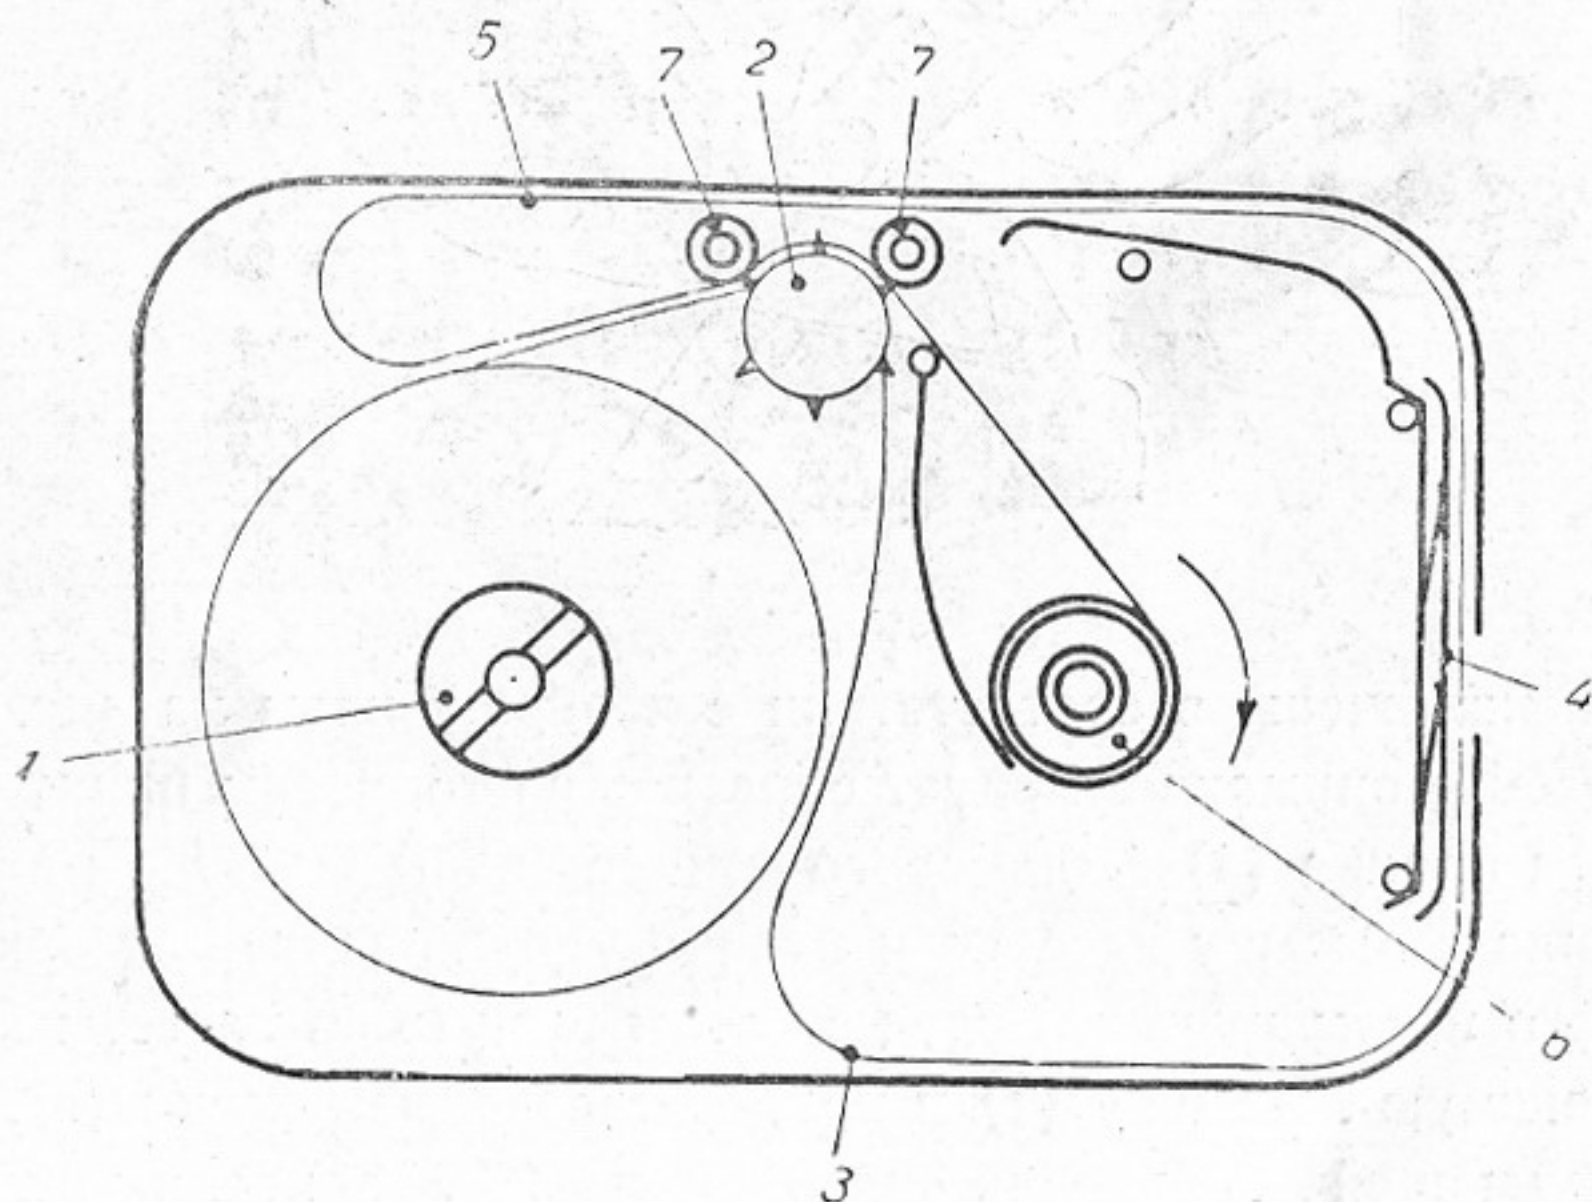

Рис. 3.
На рис. 3 представлена схема хода кинопленки в кассете. Неэкспонированная кинопленка перематывается
расположены в соответствии с изображением на рис. 3.
Намотанный рулончик одевают на ось, подводят пленку под зубчатый барабан, так чтобы зубцы барабана вошли в перфорацию пленки, и затем вставляют пленку между пластинками фильмового канала, образовав петлю (3), как показано на рис. 3.
Прощупыванием проверить: соответствие петель (рис. 3), наличие натяга пленки приемной и подающей бобышек, обращена ли пленка в фильмовом канале эмульсионной стороной к кадровому окну и находятся ли на месте флажок и прижимная планка фильмового канала.